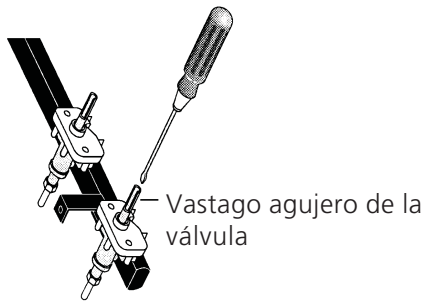

Figura 19
2. Verificar el ajuste "LO" o "SIMMER" (Planchas de cocinar 30" solamente) (vea Figura 19)